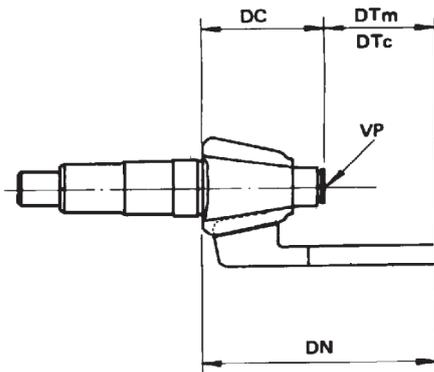

Figura 87
- A. Anote a dimensão nominal de montagem (DN) do pinhão. Esta dimensão compreende a distância nominal a partir do centro da coroa até a face de encosto do cone do rolamento traseiro do pinhão (Figura 87);